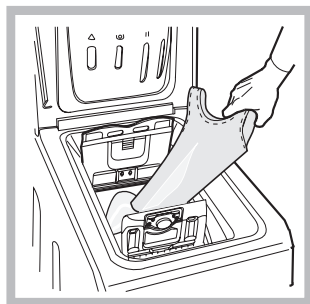

Fig. 3
C) Introducción de la ropa (Fig. 3).